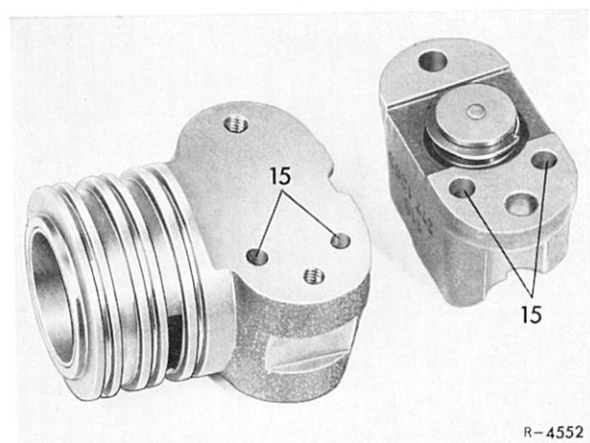

Bild 27-6/8
11 Schaltgehäuse (3) und Reglergehäuse (2) auf den Flansch (1) aufsetzen, dabei beachten, daß die Ölkanäle (15) übereinstimmen (Bild 27-6/8).